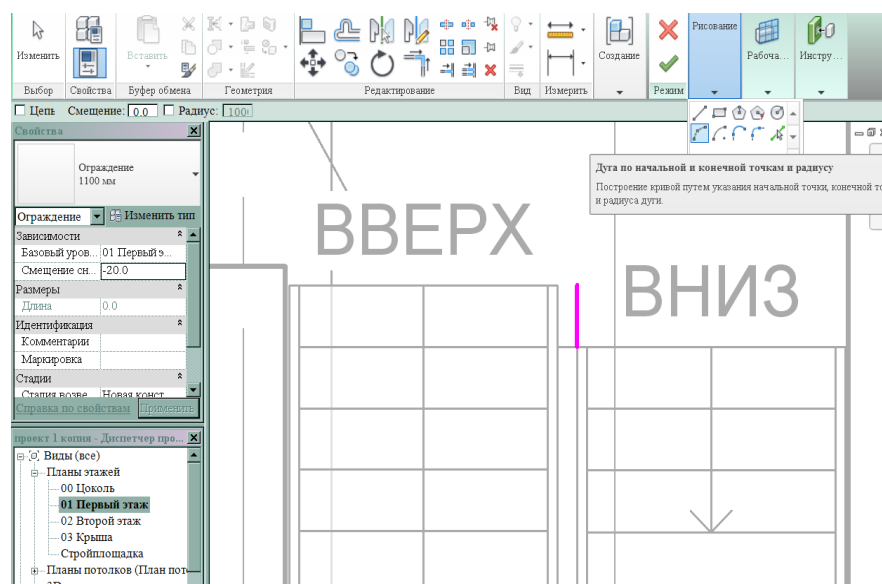

Рис. 104
3. В панели **Свойства** установить **Ограждение 1100 мм**, **Базовый уровень – Первый этаж**, **Смещение снизу - -20мм** (рис.104).
4. На панели **Рисование** выбрать **Линия**, и продлить ограждение (рис.104).